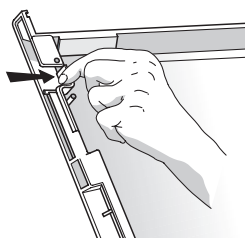

Fig. 3
1. Retirez le couvercle du compartiment en intervenant sur les deux arrêtoirs latéraux présents sur la face intérieure (Voir **Fig. 3**)